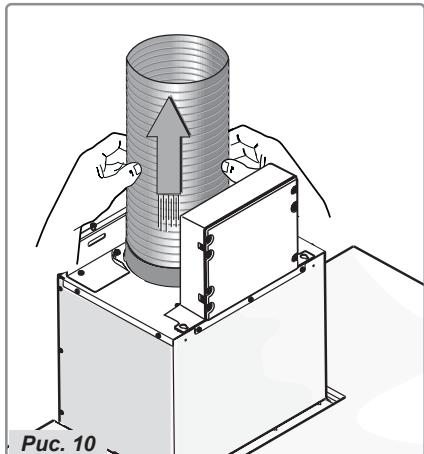

Рис. 10
- Подсоедините фланец к отверстию для выпуска воздуха с помощью трубы (рис. 10).